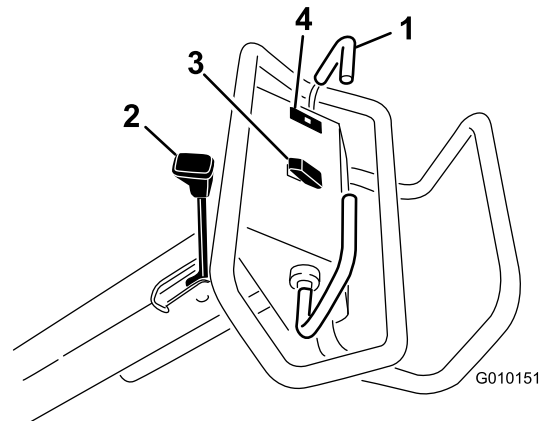

Figura 11
Para desplazarse hacia adelante, mueva la barra de tracción hacia adelante. Para desplazarse hacia atrás, mueva la barra de tracción hacia atrás (Figura 11).
- Para poner el freno de estacionamiento, mueva la palanca del freno de estacionamiento hacia el manillar del operador (Figura 11).
El indicador de advertencia de la presión del aceite (Figura 11) se enciende cuando la presión de aceite del motor cae por debajo de un nivel seguro. Si se produce una baja presión del aceite, apague el motor e investigue la causa. Repare la avería antes de arrancar el motor de nuevo.
**Elevar** – pulse la parte superior del interruptor (Figura 11) para elevar y desengranar el cabezal de perforación. El motor debe estar en marcha para generar presión de elevación. Si el cabezal de perforación está más bajo que la altura de transporte, consulte Reinicio del circuito de control del sistema (página 25).
**Bajar/Engranar** – pulse la parte inferior del interruptor (Figura 11) para bajar y engranar el cabezal de perforación. La barra de tracción debe estar en la posición de marcha hacia adelante para activar el interruptor.